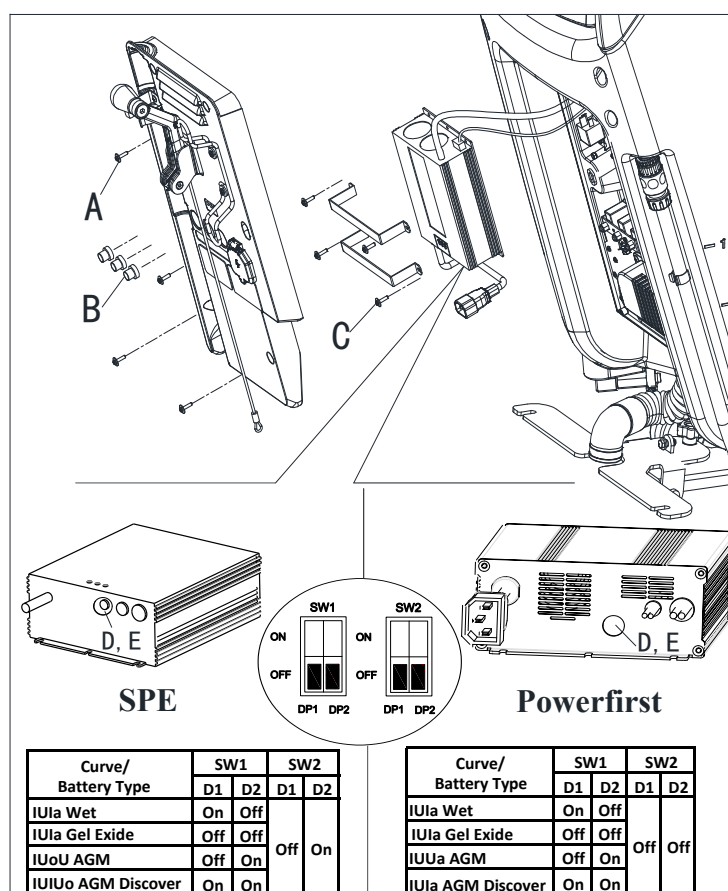

Figure 4.1
7. Enlevez les vis (A, B, C, Figure 4.1).
8. Ouvrez le chargeur et trouvez le sw1 (E, Figure 4.1).
9. Régler les interrupteurs comme dans le tableau de (figure 4.1).
10. Installez les vis (A, B, C, Figure 4.1) après le réglage complet.